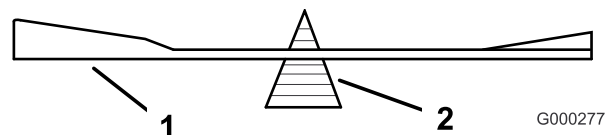

Figure 61
2. Vérifiez l'équilibre de la lame en la plaçant sur un équilibreur (Figure 61). Si la lame reste horizontale,